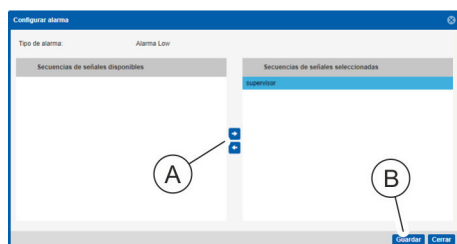

Fig. 129: Ventana "Configurar alarma"
7. ▶ En la ventana "Configurar alarma", seleccione una secuencia de señales y desplácela hasta el campo "Secuencias de señales seleccionadas" con el botón "→" (Fig. 129/Ⓐ). Confirme la selección con el botón "Guardar" (Fig. 129/Ⓑ).